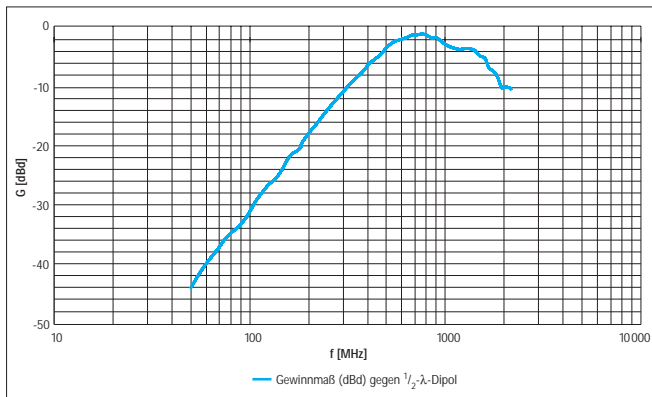

Bild 1: Gewinnmaß (dBd) gegen 1/2-λ-Dipol
s. Bild 1
Bild 1: Nutzbare Meßbereichsgrenzen (BMA1 mit Pegelmesser PWRM1 bzw. PWRM2 direkt verbunden). Durch Zwischenschaltung eines Dämpfungsgliedes nach höheren Werten verschiebbar.